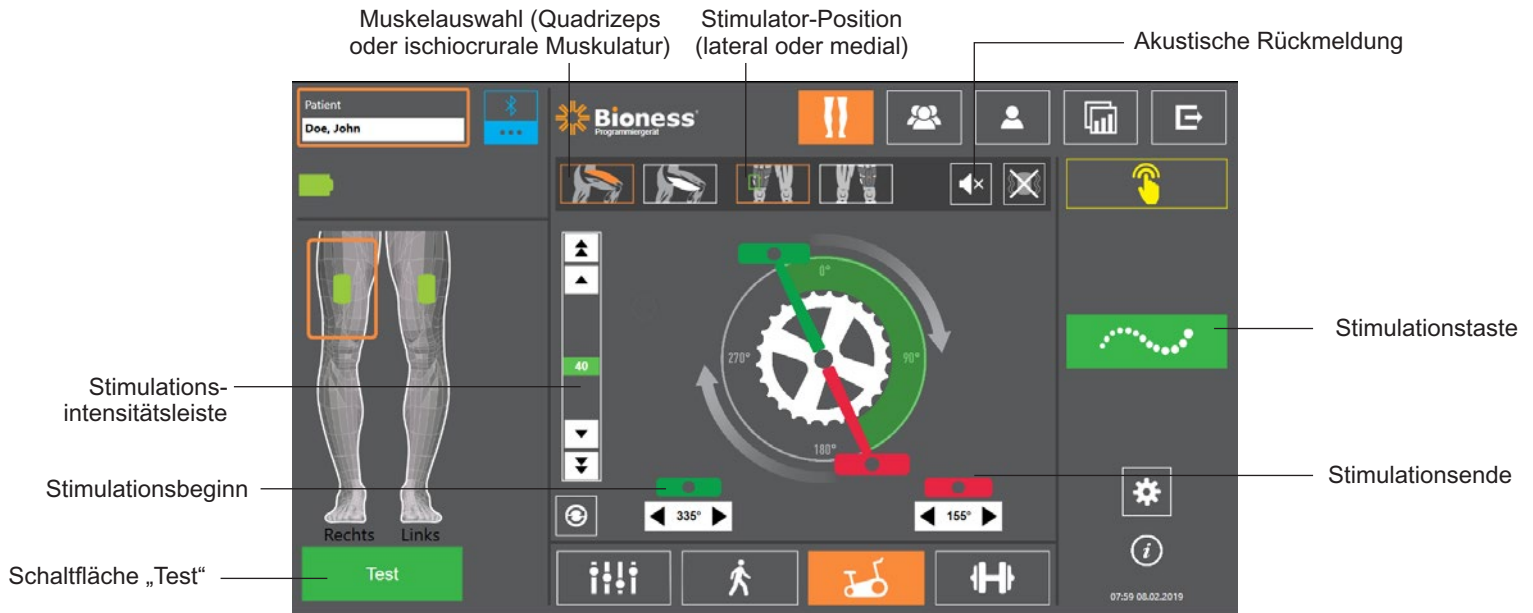

Abbildung 9-8: Stimulationsprogrammierung, Fahrradtrainingseinstellungs-Bildschirm
- Drücken Sie auf das Fahrradtrainings-Bildschirmsymbol . Siehe Abbildung 9-8.
- Wählen Sie bei Verwendung der Thigh Stand-Alone-Manschette die gewünschte Muskelgruppe (Quadrizeps oder ischiocrurale Muskulatur) aus, indem Sie auf die entsprechende Muskelauswahltaaste  drücken. Die Auswahl wird orange hervorgehoben. Siehe Abbildung 9-8.
- Wählen Sie bei Verwendung der Thigh Stand-Alone-Manschette die tatsächliche Position (lateral oder medial) des Stimulators aus, indem Sie auf das Stimulator-Positionssymbol  drücken. Die Auswahl wird durch eine grüne Umrandung hervorgehoben. Siehe Abbildung 9-8.
- Achten Sie bei neuen Patienten darauf, die Stimulationsintensität mithilfe der Pfeile in der Stimulationsintensitätsleiste auf 0 zu setzen. Siehe Abbildung 9-8.
- Drücken Sie auf die Schaltfläche „Test“, um die Einstellung zu speichern und die Stimulation einzuschalten. Steigern Sie die Stimulationsintensität mithilfe der Pfeile an der Stimulationsintensitätsleiste schrittweise bis zur gewünschten Stufe. Siehe Abbildung 9-8.
15. Justieren Sie Stimulationsintensität, während der Patient Fahrrad fährt. Siehe Abbildung 9-8.
**Hinweis:** Die Aktivierung der akustischen Rückmeldungsanzeige kann bei der Optimierung der Einstellungen für Stimulationsbeginn und -ende hilfreich sein. Siehe Abbildung 9-8. Tasten Sie die Muskeln ab, um genauer zu bestimmen, wann es zur Muskelkontraktion kommt.